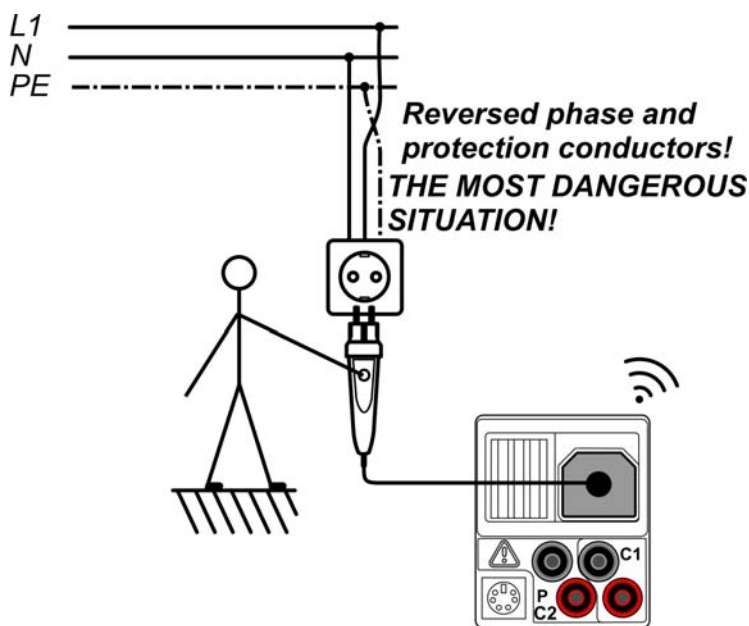

Abbildung D.4: Vertauschte L- und PE-Leiter (Anwendung des Commander Prüfstekkers)
- ❑ **Schließen Sie** den Commander an das Prüfstück (siehe *Abbildung D.4*).